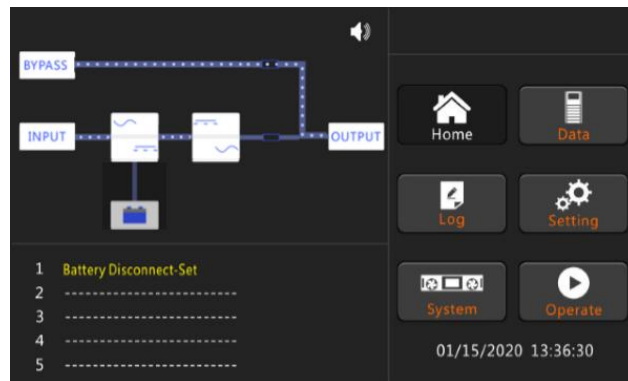

Abb.4-3 LCD des Wechselrichterstarts
6. Nachdem der statische Bypass-Schalter eingeschaltet ist, startet der Wechselrichter und die Wechselrichter-Anzeigeleiste blinkt, wie in Abbildung 4-3 gezeigt.